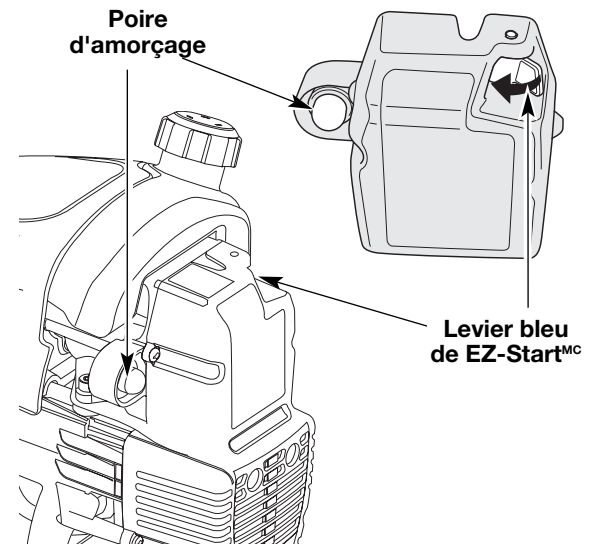

Fig. 7
2. Pressez et relâchez la poire d'amorçage à 10 reprises, lentement. Une certaine quantité de **carburant devrait être visible dans la poire d'amorçage** et les conduites de carburant (Fig. 7). Si vous n'apercevez pas de carburant dans la poire, pressez et relâchez la poire autant de fois que nécessaire jusqu'à ce que vous aperceviez du carburant dans cette dernière.
3. **Faites pivoter le levier bleu de EZ-Start^{MC} vers la poire d'amorçage** jusqu'à ce qu'il clique et se verrouille en place (Fig. 7).